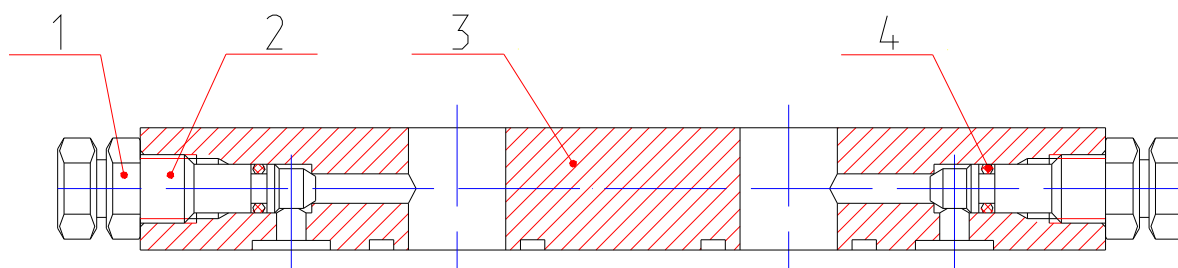

Рис. 54 Блок «плавающего» положения стрелы при буксировке
16. БЛОК «ПЛАВАЮЩЕГО» ПОЛОЖЕНИЯ СТРЕЛЫ ПРИ БУКСИРОВКЕ (рис. 54)
1-технологическая крышка; 2-смотровое окно; 3-фильтры магистральные с фильтроэлементами 55P-661A-1-06 ТУ55.11224.00 или Реготмас 661-1-05 (рис.54а); 4-всасывающие фильтры SF0180S125W/-B0.2 или MSZ-303; 5-пробка сливная.